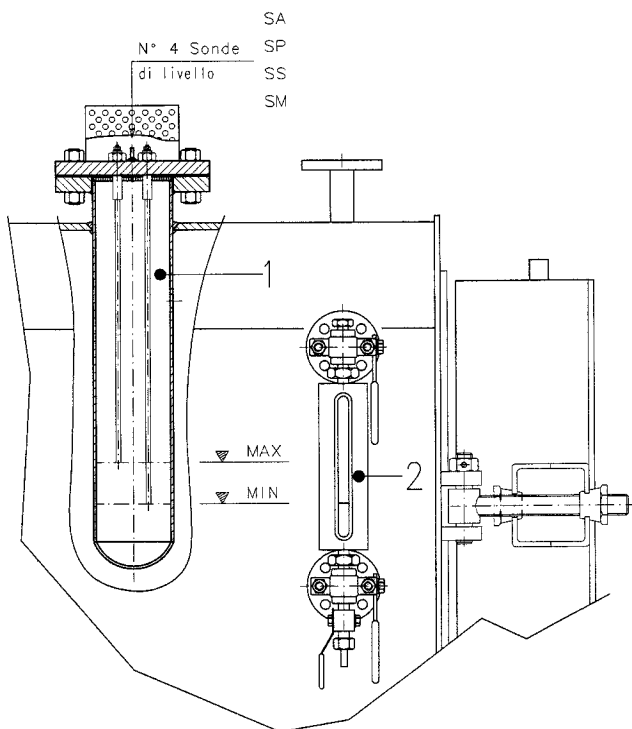

Рис. 1
РЕФЛЕКТОРНЫЙ УРОВНЕМЕР (Рис. 1 - поз. 2)
Контроллер является электронный и подключается к датчикам, установленным внутри трубы DN 100 вваренной в корпус котла (Рис. 1).
- откройте отсекающие краны на уровнемере (Рис. 1 поз.2)